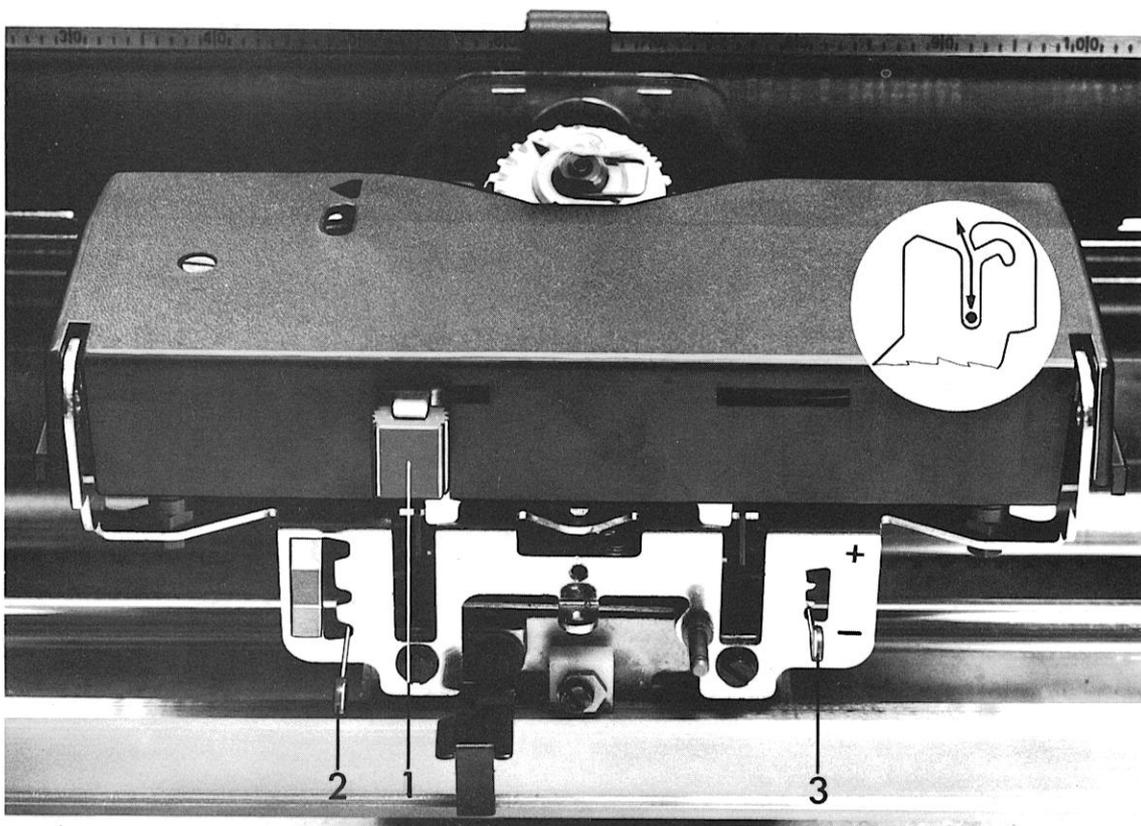

Abb. 7 Farbbandträger-Einrichtung
Den roten Verriegelungshebel 1) Abb. 7 nach rechts stellen und die Einrichtung mit beiden Händen nach oben herausnehmen.
Beim Aufsetzen müssen zuerst die Führungzapfen in die Schlitze nach unten eingeführt werden, siehe Skizze in Abb. 7, danach die Einrichtung gleichmäßig aufsetzen (Schreibstellung).
4.3.2 Farbbandzoneneinsteller 2) Abb. 7
Mit dem Typenaufschlageinsteller 3) Abb. 7 ist die Anschlagstärke einstellbar.